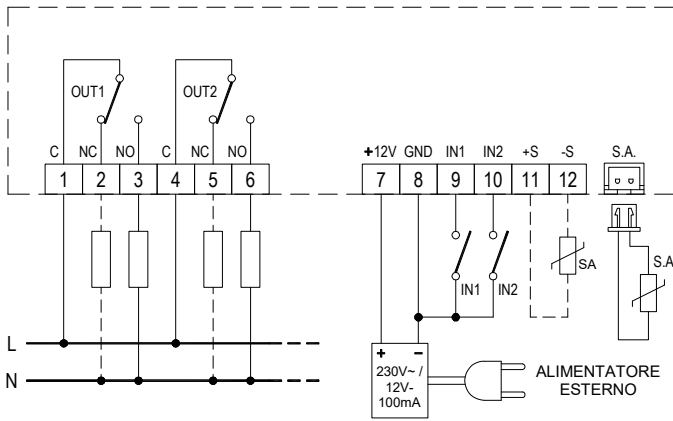

Fig. 7: Schema di collegamento.
- 5 Eseguire i collegamenti elettrici seguendo lo schema di collegamento più appropriato (vedi Fig. 7 - 8 ed il paragrafo "collegamenti elettrici").
Seguire lo schema di collegamento riportato in Fig. 7. Sui morsetti 1 .. 6 sono disponibili i contatti in scambio dei relè delle due uscite. I contatti dei relè sono liberi da tensione ed è possibile attivare dei carichi come indicato nello schema. Tramite i morsetti 11 e 12 oppure in alternativa al connettore SA è possibile collegare una sonda di temperatura esterna. I morsetti 9 e 10 sono gli ingressi IN1 e IN2 rispettivamente il cui stato viene acquisito dall'interfaccia. A questi ingressi può essere collegato qualsiasi contatto elettrico come indicato nello schema. E' importante però che questo contatto sia privo
Per acquisire la temperatura ambiente è necessario collegare una sonda esterna al connettore "SA" (Fig. 7) oppure in alternativa collegare i 2 fili ai morsetti 11 e 12.